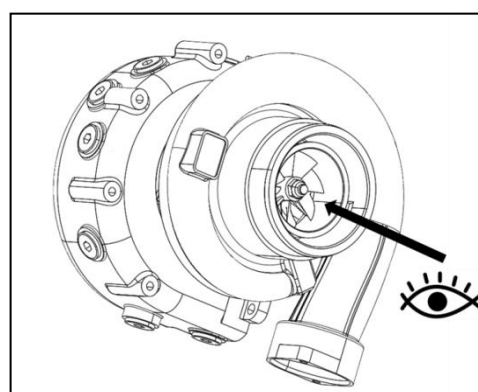

Рисунок 5.3.5J
- ◆ Визуально осмотреть центробежное колесо компрессора на предмет поврежденных лопастей. (рис. 5.3.5J). При наличии повреждений связаться с представителями нашего сервисного отдела.